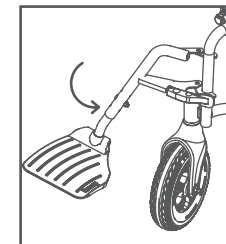

Figura 10
- Consulte la Figura 10. Nota: Debe confirmar que la pata móvil esté fijada a evitar accidentes después de su instalación.